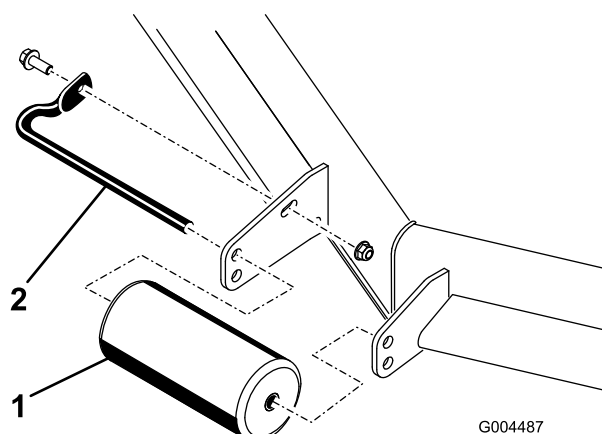
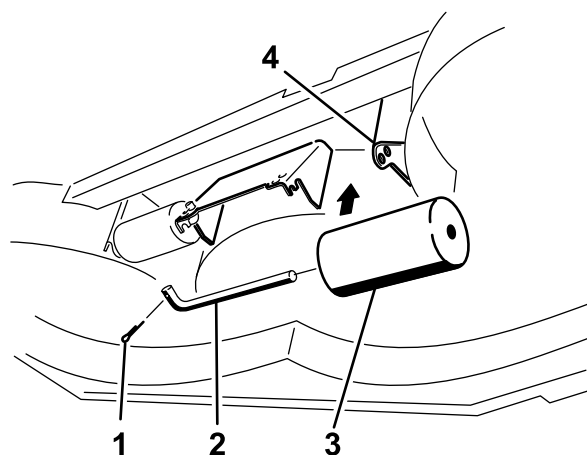

Figure 24
Figure 28
- Retirez les fixations de chaque galet sur le plateau de coupe et montez ou abaissez les galets selon le cas ; reportez-vous aux Figure 24 à Figure 28 selon ce qui convient à votre tondeuse.